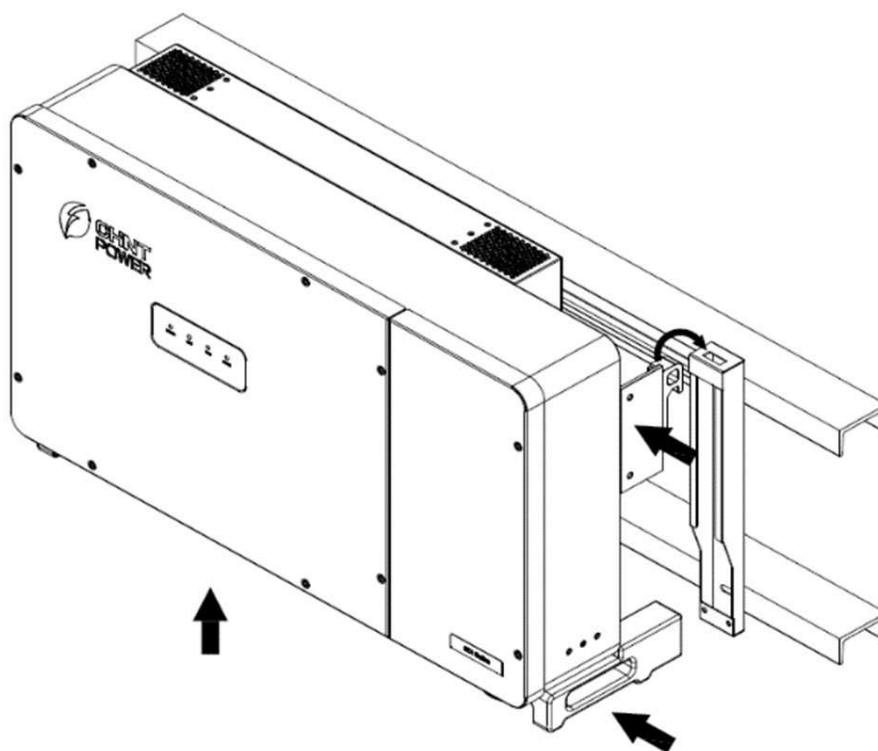
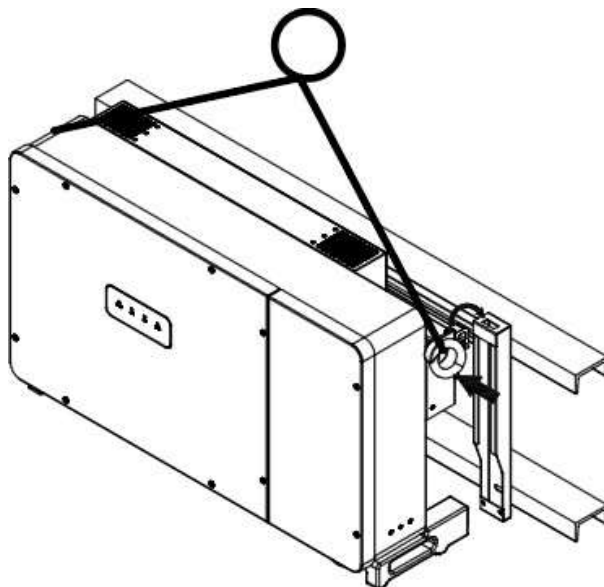

Figura 3-7 Colocación manual
Figura 3-8 Montaje con elevación
2. Cuelgue el inversor en el soporte de pared según la Figura 3-7 y la Figura 3-8.
- (1) Colgado manual: se necesitan tres personas para levantar correctamente el inversor por las posiciones de las asas marcadas en la Figura 3-7 y montarlo en el soporte de montaje.
- (2) Elevación con montacargas: Atornille dos cáncamos de elevación M10 a los pernos de la parte superior del inversor. Utilice una eslinga o una barra (insertada a través de ambos cáncamos de elevación) para elevar el inversor hasta el soporte de montaje. El ángulo mínimo entre las dos eslingas debe ser inferior a 90 grados, como se muestra en la Figura 3-8.